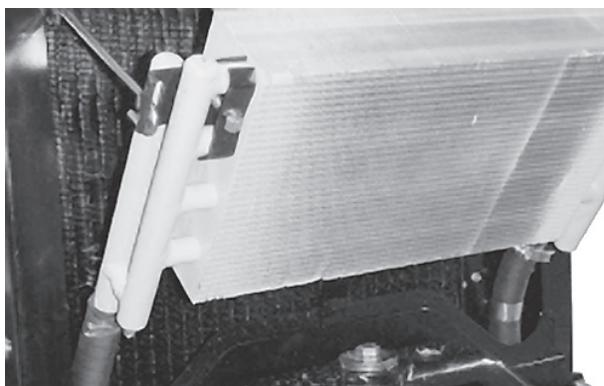

図 50
3. オイル・クーラのラッチを外し、クーラーを後ろに傾ける（図50）。オイル・クーラとラジエターの裏表を水または圧縮空気で丁寧に清掃する。オイル・クーラを元に戻し、スクリーンを閉める。